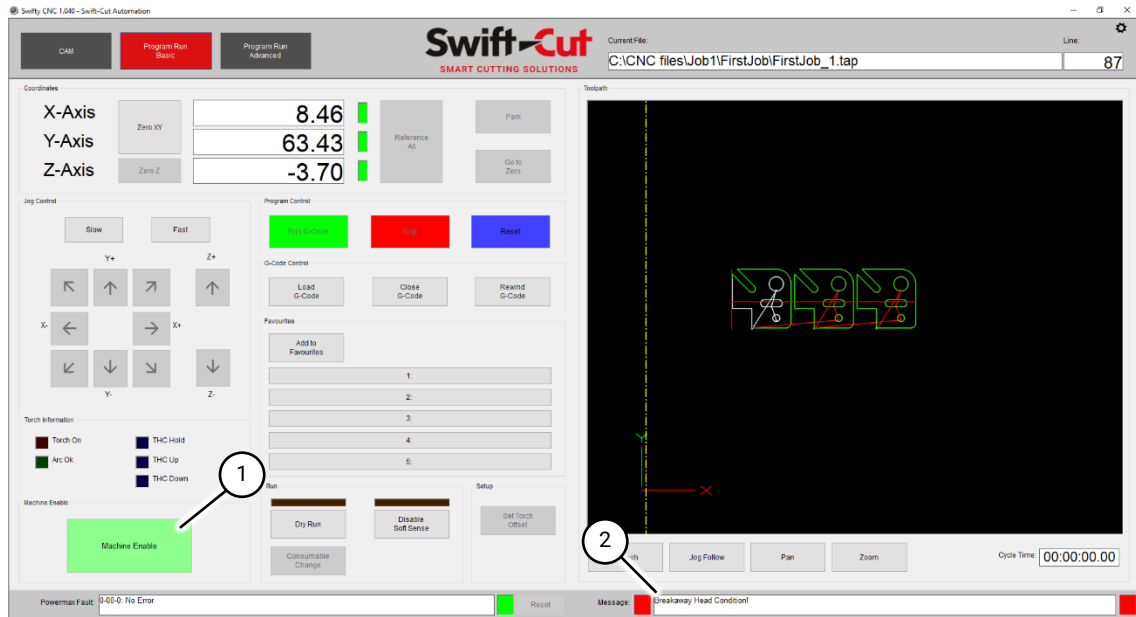

Fig 70 Etat de la tête Breakaway
1. Si le chalumeau a contacté la pièce à découper et activé la tête breakaway, le message "Etat de la Tête Breakaway!" sera affiché dans le champ Message en bas de l'écran (Fig 70 (2)). Pour effacer l'état de la tête breakaway, procédez comme suit :
- 1.1 Appuyez sur la touche d'activation de la machine (Fig 70 (1)).